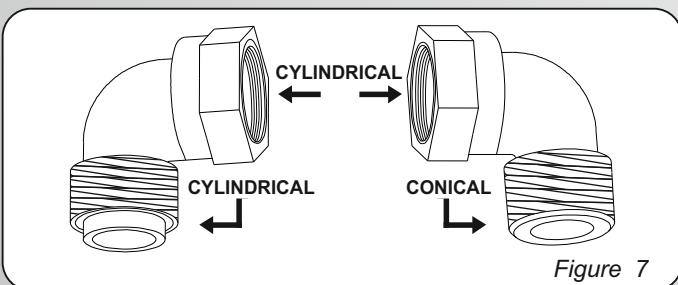

Figure 7
- Вставте шестигранний ключ (7 мм) в опору пальника (Рис. 7)